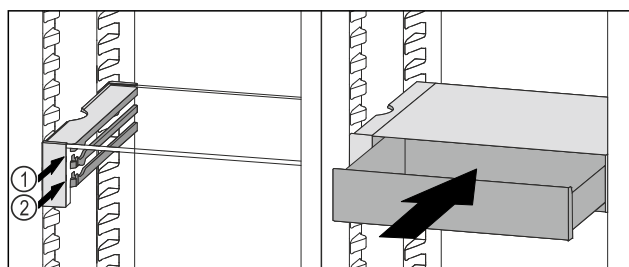

Fig. 44
- ▶ Nasadte zásuvku VarioSafe za zarážky na požadovaném žebře Fig. 44 (1) nebo Fig. 44 (2).